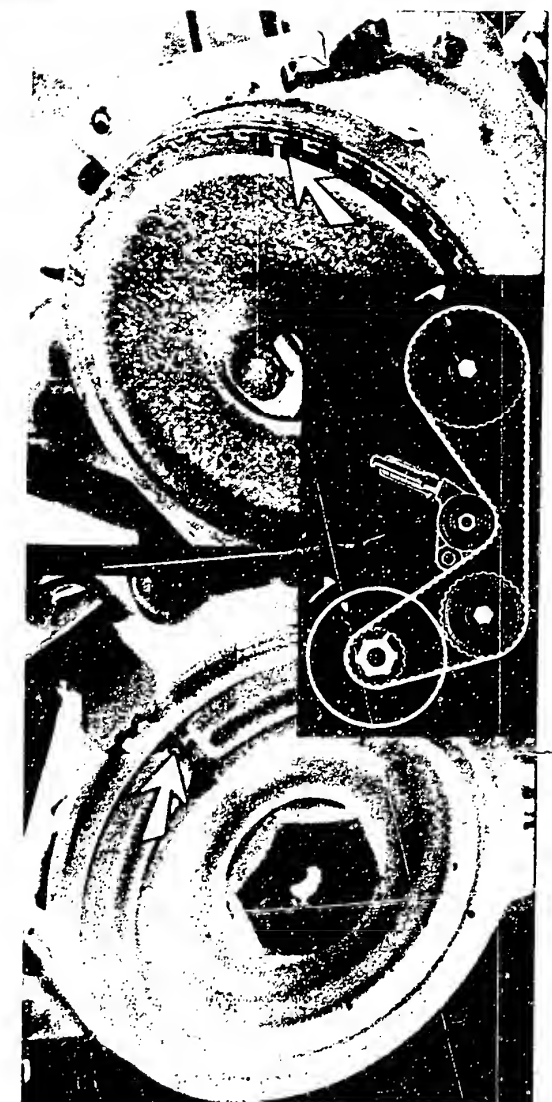

Bild 9 Motor 1,1l/1,3l/1,5l: Einstellung von Kurbel- und Nockenwelle vor dem Auflegen des Zahnriemens.
a) **Motor 1,1l/1,3l/1,5l:** Die Markierung auf dem Kurbelwellenpoulie muss mit der OT-Marke am Gehäuse übereinstimmen. Bei eingebautem Motor kann die OT-Stellung anhand der Markierung am Schwungrad und am Schauloch des Getriebegehäuses eruiert werden. Die Nockenwelle ist mit der Markierung auf den ausgestanzten Pfeil der vorderen Abdeckung auszurichten (Bild 9). Der Zahnriemen wird gespannt, indem die Spannrolle gelöst, die Kurbelwelle zwei Umdrehungen in Drehrichtung des Motors gedreht und wieder auf OT gestellt wird. Die Befestigung der Zahnrie-